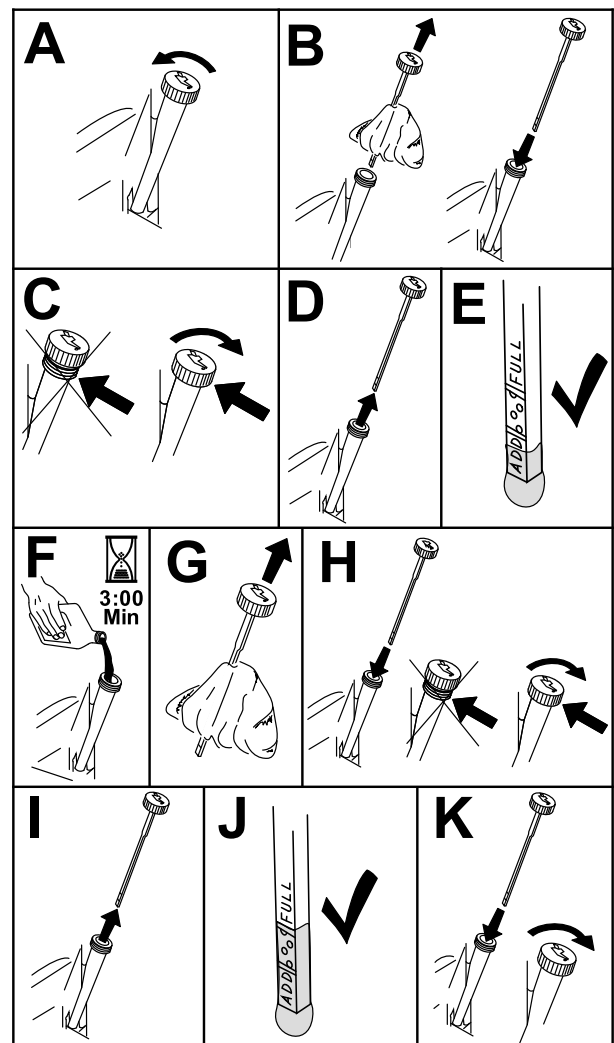

Figura 39
3. Para manter a sujidade, as aparas de relva, etc., fora do motor, limpe a área em torno da tampa de enchimento e vareta antes de a remover (Figura 39).